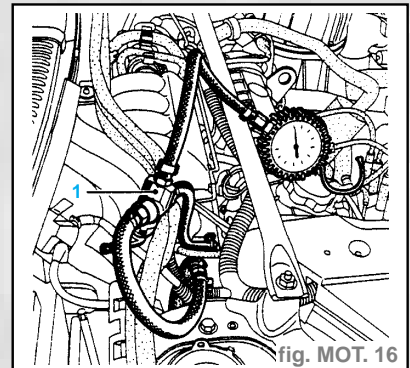

fig. MOT. 16
- Débrancher le conduit arrière d'essence (fig. MOT. 16).
- Mettre en place la vanne trois voies (1) de déviation et raccorder le manomètre (fig. MOT. 16).
- Shunter les bornes (3) et (5) du relais de pompe à carburant situé dans le boîtier fusibles moteur.